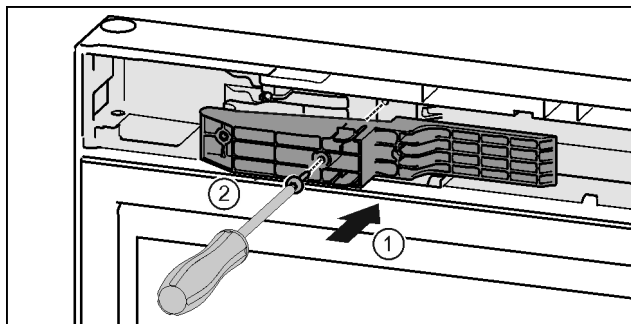

Fig. 48 \*
- ▶ Вставьте деталь адаптера в выемку на стороне ручки. Fig. 48 (1)\*
- ▶ Затяните винты отверткой T15. Fig. 48 (2)\*